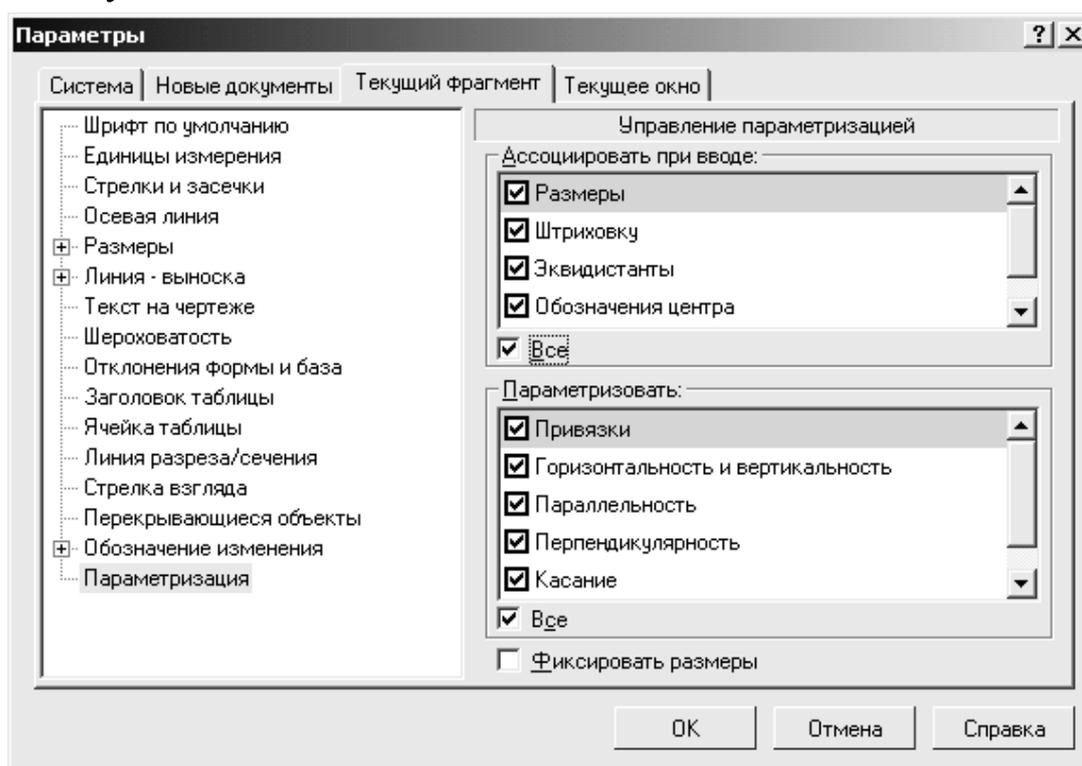

Рис. 5.1. Окно управления параметризацией
Создание и редактирование геометрических объектов с автоматическим наложением параметрических связей и ограничений, установленных при настройке, производится при включенном **Параметрическом режиме** работы (рис. 5.1). Например: вычерчивание отрезка, параллельного другому отрезку, с помощью команды **Параллельный отрезок** при включенном параметрическом режиме вызовет автоматическое возникновение соответствующей связи — параллельности отрезков.
2. Произведем настройку режима параметризации: на вкладке **Текущий фрагмент** (меню **Сервис**, пункт **Параметры**), выделите группу **Параметризация** и в правой части диалогового окна **Управление параметризацией** активизируйте пункты **Все** в группах **Ассоциировать при вводе** и **Параметризовать**. Опцию **Фиксировать размеры** — отключить (см. рис. 5.1).